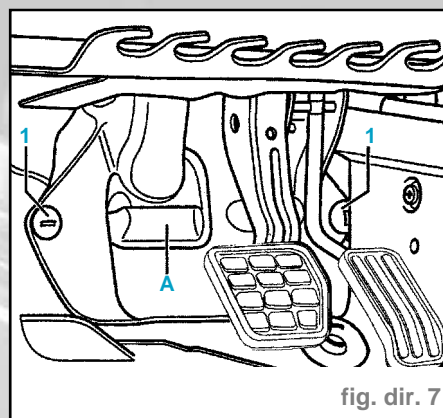

fig. dir. 7
- Soulever légèrement l'étrier de blocage (1) et extraire le câble de blocage (2) du boîtier de serrure de contact.
- Dévisser l'écrou plastique (1) et extraire le cache (A) (fig. dir. 7).